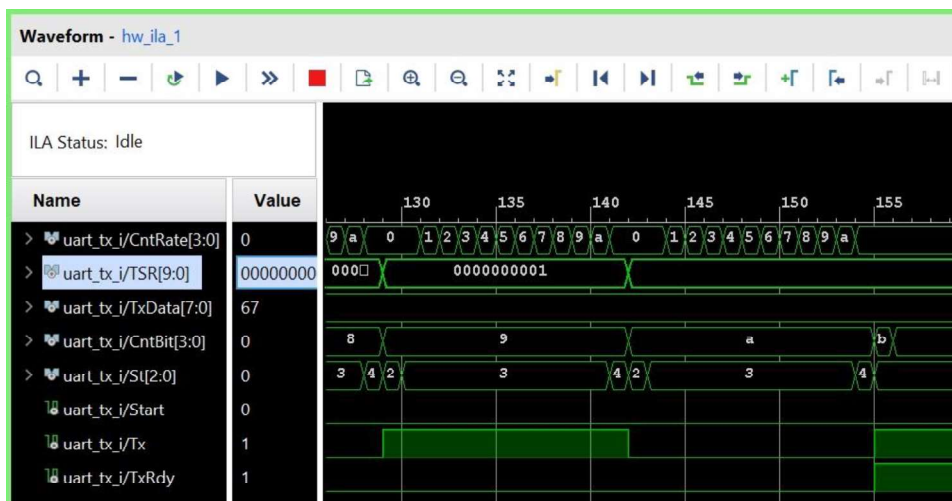

Figura 6.9. Fereastra *Waveform* indicând transmiterea unui bit suplimentar de 0 după bitul de STOP.
10. Maximizați fereastra *Waveform*, selectați iconița *Zoom Fit*  și apoi iconița *Zoom In*  până când se pot distinge valorile afișate. Specificați baza binară pentru afișarea semnalului *TSR*. Se poate observa că după un ciclu de ceas de la apariția impulsului semnalului *Start*, starea liniei seriale *Tx* devine 0, ceea ce corespunde transmisiei bitului de START. Valoarea contorului de biți *CntBit* pentru acest prim bit transmis este 0. În continuare, se poate observa cum se transmit ceilalți biți ai octetului, până la bitul de STOP pentru care linia este în starea 1. Valoarea contorului de biți *CntBit* pentru bitul de STOP este 9. După transmiterea bitului de STOP, linia serială *Tx* ar trebui să rămână în starea 1 până când va începe transmisia unui alt caracter. Se poate observa însă că linia serială *Tx* trece în starea 0 după transmisia bitului de STOP (figura 6.9). Această trecere a liniei seriale *Tx* în starea 0 se va interpreta de către receptorul serial ca un bit de START pentru un nou caracter. Se explică astfel afișarea a două caractere în ecranul terminalului virtual, în locul unui singur caracter.